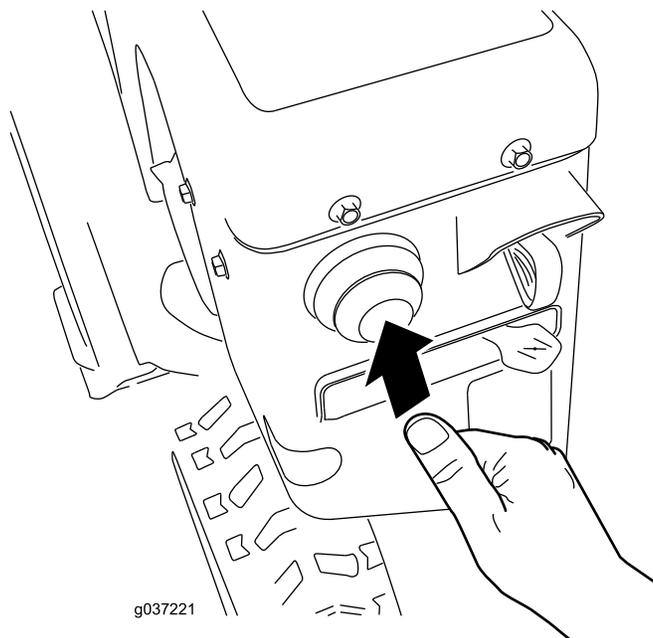

Figure 28
4. Appuyez fermement sur l'amorceur avec le pouce comme indiqué dans le tableau ci-dessous, en marquant une pause d'une seconde chaque fois (Figure 28).